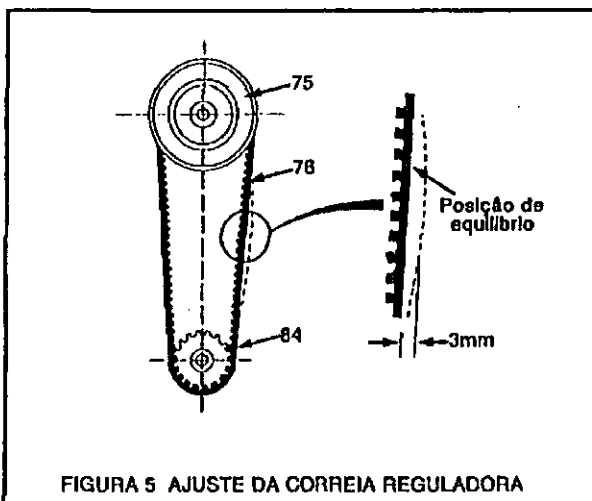

FIGURA 5 AJUSTE DA CORREIA REGULADORA
Retire a tampa da armação (79) e ajuste a correia de temporização (76) puxando levemente pela correia na extremidade inferior da polia do motor (75) de modo que o movimento horizontal no centro da correia esteja a aproximadamente 3mm da posição de equilíbrio (ver Figura 5).